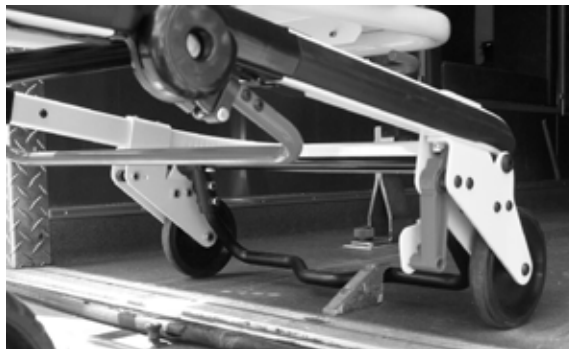

Figure 16 – Engagement de la barre de sécurité du crochet de sécurité
2. Pousser la civière vers l'avant jusqu'à ce que les roues de chargement se trouvent sur le plancher de la partie réservée au patient et que la barre de sécurité passe par le crochet de sécurité (figure 16).